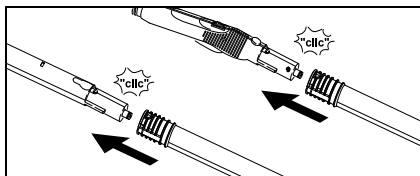

Bild 7
- Använd förlängningsrören (G1) vid behov. Montera härvid ett eller båda förlängningsrör/en på ångpistolens öppna ände (C1) (se bild 7). Skjut önskat tillbehör (D1, E1, F1, H1) på förlängningsrörets fria ände.